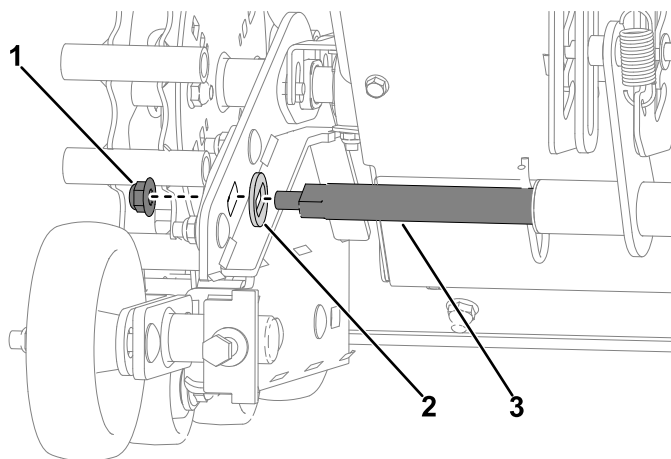

Figura 31
4. Montate le 2 rondelle speciali sulla barra girevole nel mozzo girevole. Montate la barra girevole con le rondelle speciali sui gruppi cingolo e sulla piastra girevole, e fissate con 2 nuovi dadi di bloccaggio ($\frac{3}{8}$ ") (Figura 31).